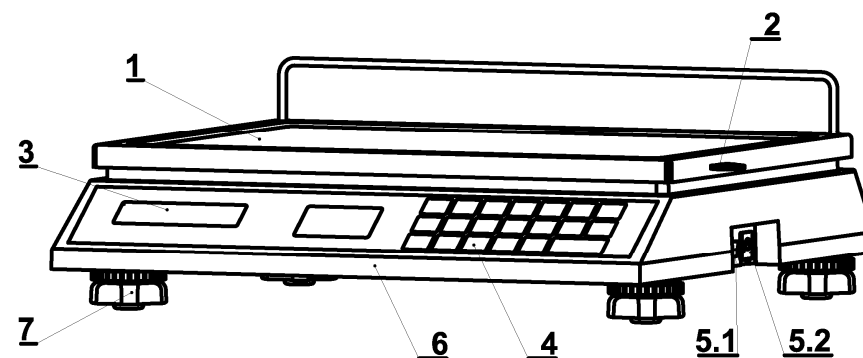
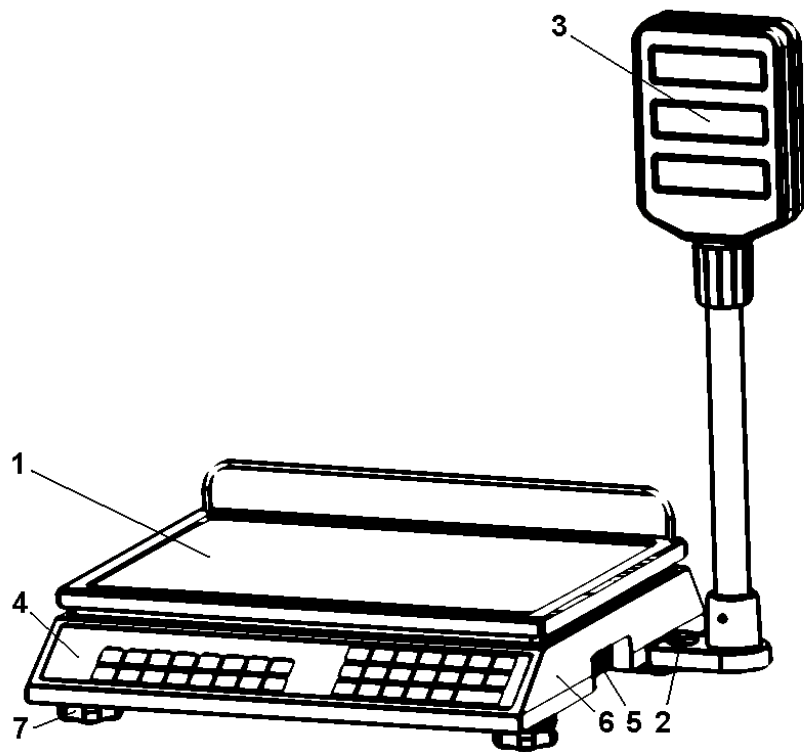

Рис. 1. Весы торговые электронные "Меркурий 313/314".
Рис. 2. Весы торговые электронные "Меркурий 315".
2.3.1. Общий вид весов «Меркурий 313/314» приведен на рис. 1, а «Меркурий 315» на рис. 2.